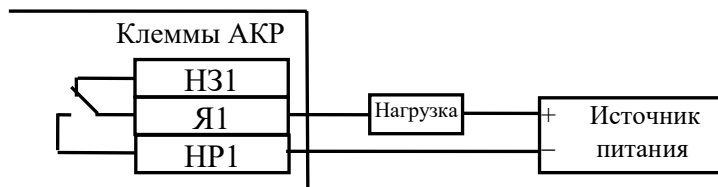

Рисунок 6.4. Подключение к клеммам реле
6.4.2 Более мощные нагрузки (до 240 Вт и током потребления до 12 А или напряжением до 30 В) подсоединяются к цепям двух электромеханических реле. Подключение производится к клеммам «НЗ1 Я1 НР1», «НЗ2 Я2 НР2» (рис.1.1), где обозначено «НЗ»–нормально-замкнутый контакт реле, «Я»–средний контакт реле, «НР»– нормально-разомкнутый контакт реле. Подключение нагрузки представлено на рис.6.4.